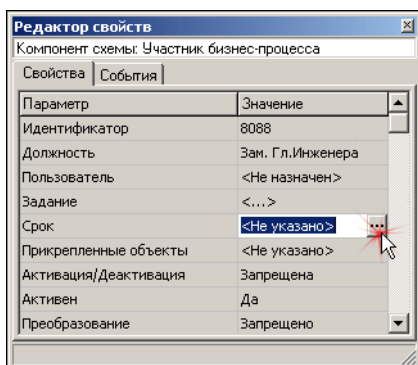

Рис. 4.42.
- На панели **Редактор свойств** щелкните мышью в ячейке со значением параметра **Срок** и нажмите кнопку ввода значения параметра (рис. 4.42). Откроется окно **Условие выполнения** (см. рис. 4.15 на с. 37).